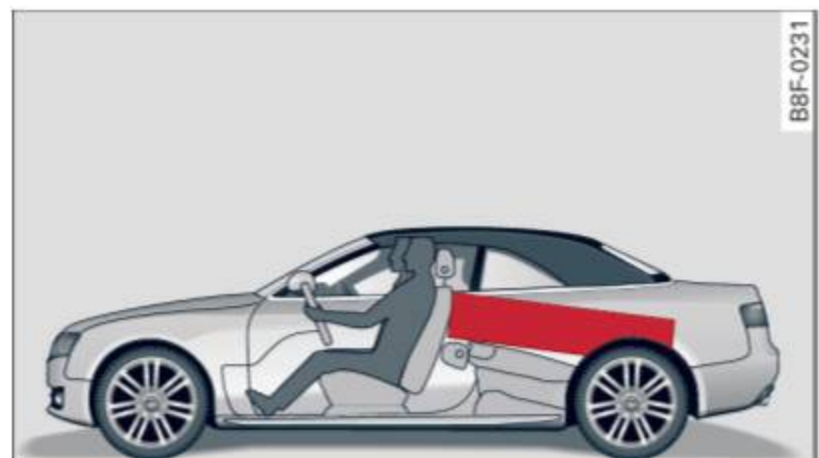

Fig. 136 Positionnement sécuritaire de la charge : placez les objets lourds le plus vers le bas et l'avant que possible.
- ▶ Placez toujours les objets lourds dans le compartiment à bagages et fixez-les bien le plus possible vers l'avant et le bas du véhicule ⇒ *fig. 136*.